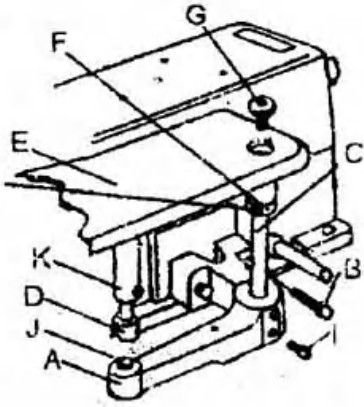

图 3
#### (4) 托板组件的安装 (图 3)
①将支座螺钉“B”将支座“A”固定在机头上(顶销“J”和长、短弹簧片已预先装好)。
②将轴肩螺钉“G”旋入托架轴“C”的螺孔中并紧后将托架轴从上向下插入支座孔中，再套上挡圈“F”，旋紧挡圈螺钉“H”，使托架定位，但转动应灵活。
③将定位销“D”插入定位套筒“K”的孔中，用螺钉按定位方向固定。
④将托架轴“C”插入支座右孔中，调节好托板“E”高度后旋紧螺钉“I”。
⑤ 开闭托板应灵活，能自锁。